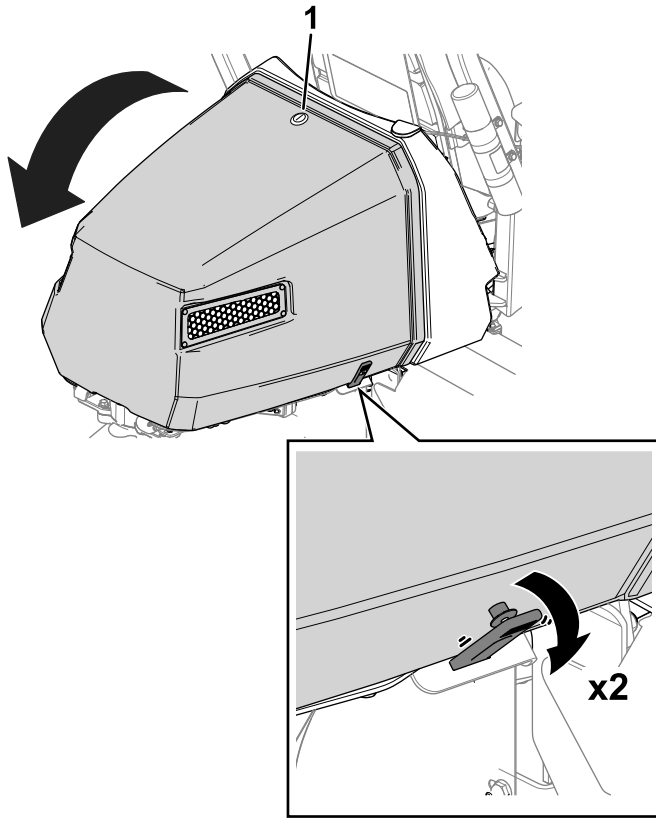

Bild 37
1. Lösen Sie den Motorhaubenriegel (Bild 37).
2. Lösen Sie die Gurte von beiden Seiten der Motorhaube (Bild 37).